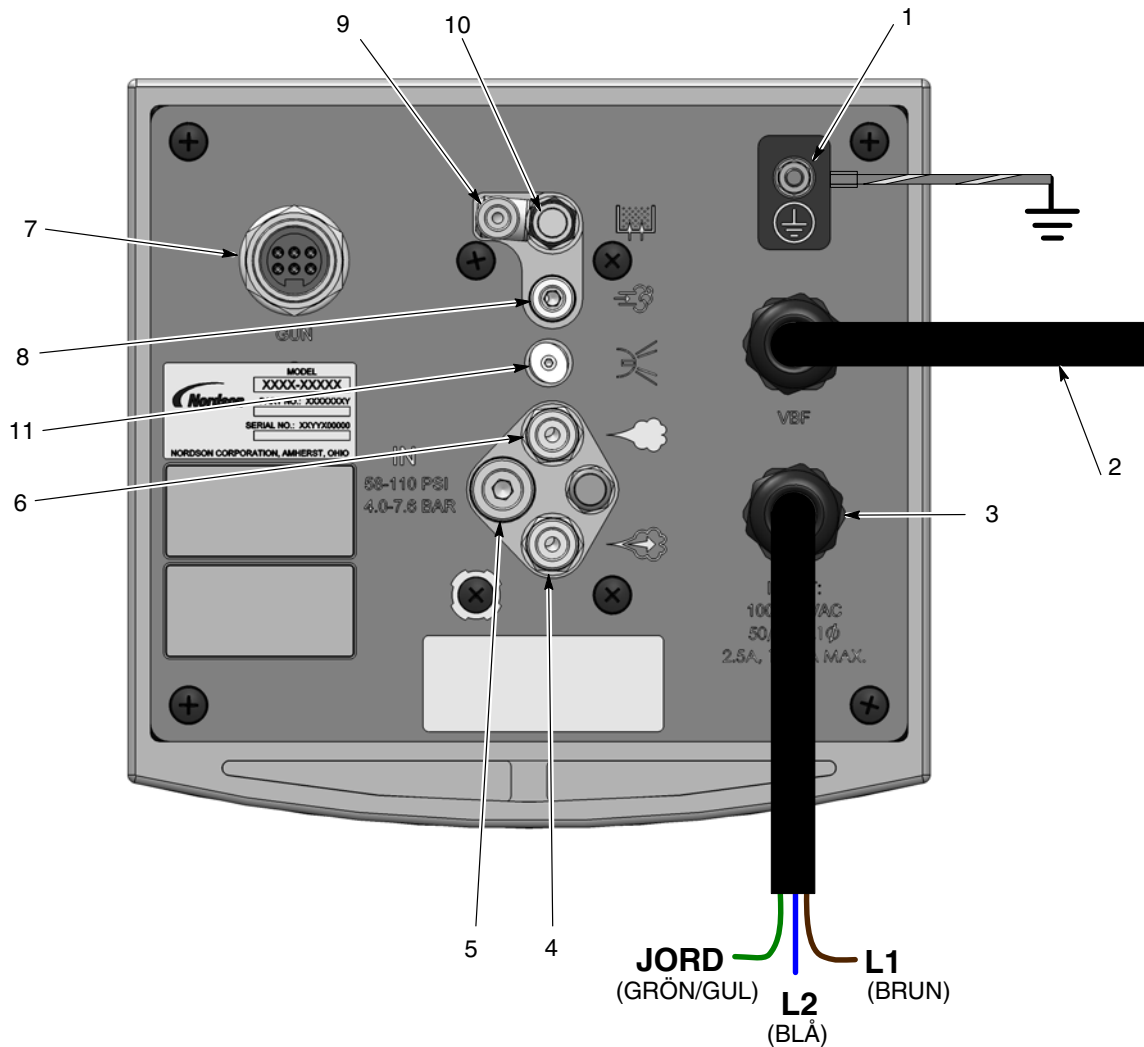
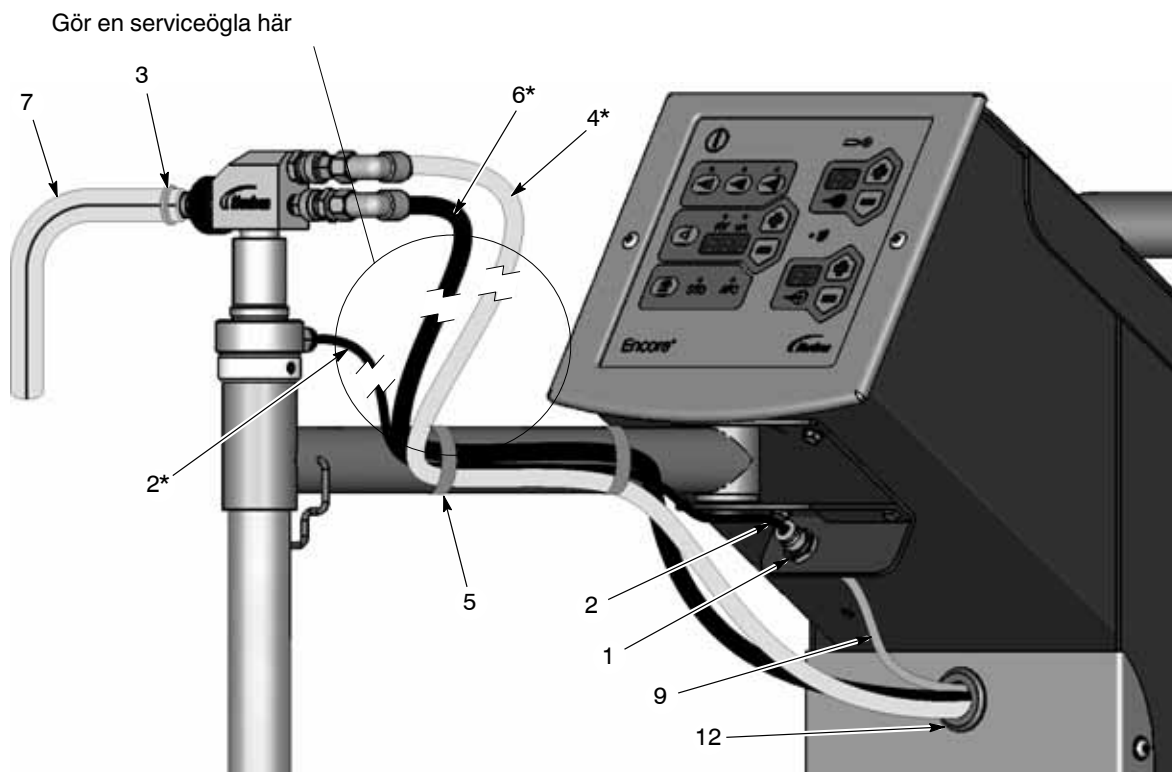

Bild 3-4 Anslutningar till Encore LT styrenhet för pistol
Bild 3-8 Installation av Encore LT pistol, sugrör och pump
7. Se bild 3-4. Anslut de kortare längderna luftslang till styrenheten.
- 8-mm blå slang för atomiseringsluft (4)
- 8-mm svart slang transportluft (6)
- 6-mm blå slang för fluidiseringsluft (9)
8. Se bild 3-8. Drag slangarna (4, 6, 9) genom packningen i frontpanelens på kärrens stolpe så som visas.
- 8-mm blå slang för atomiseringsluft (4) till pumpens övre anslutning
- 8-mm svart luftslang för transportluft (6) till pumpens nedre anslutning
- 6-mm blå slang för fluidiseringsluft (9) till skottgenomgångskopplingen (1)
- 6-mm svart slang för fluidiseringsluft (2) till kopplingen och sugröret.
- pulverslangen (7) till pumpen och fäst den med slangklämman (3)
10. Fäst slangarna på armen med de blå Nordson Velcro buntbanden (5).
3. Se bild 3-4. Anslut följande till styrenheten: